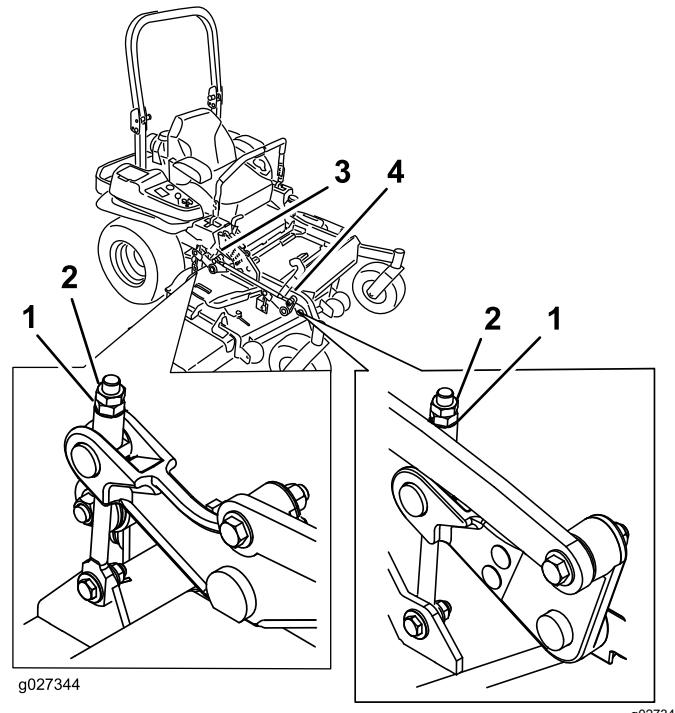

Figure 97
10. Ajustez précisément le serrage de l'écrou de réglage sur l'ensemble de levage du tablier avant (Figure 97).
16. Ajustez précisément la vis de réglage en la tournant jusqu'à obtention d'une hauteur de 8,3 mm (3 1/4 po) (Figure 97).